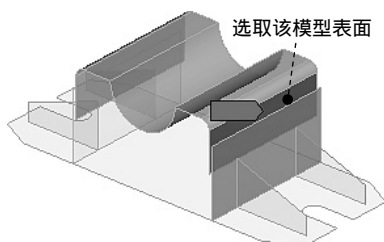
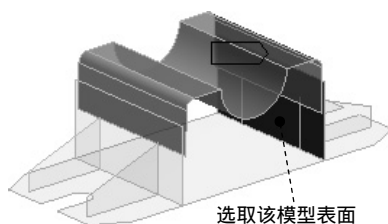

图 7.7.12 定义接触对象
图 7.7.13 定义目标对象
(1) 选择命令。在“Outline”窗口中选择 **Connections** 节点下的 **Contacts** 并右击,在弹出的快捷菜单中选择 **Insert** **Manual Contact Region** 命令,弹出“定义接触参数”对话框。
(2) 定义接触对象和目标对象。在图形区选取图 7.7.12 所示的模型表面为接触对象,然后选取图 7.7.13 所示的模型表面为目标对象。